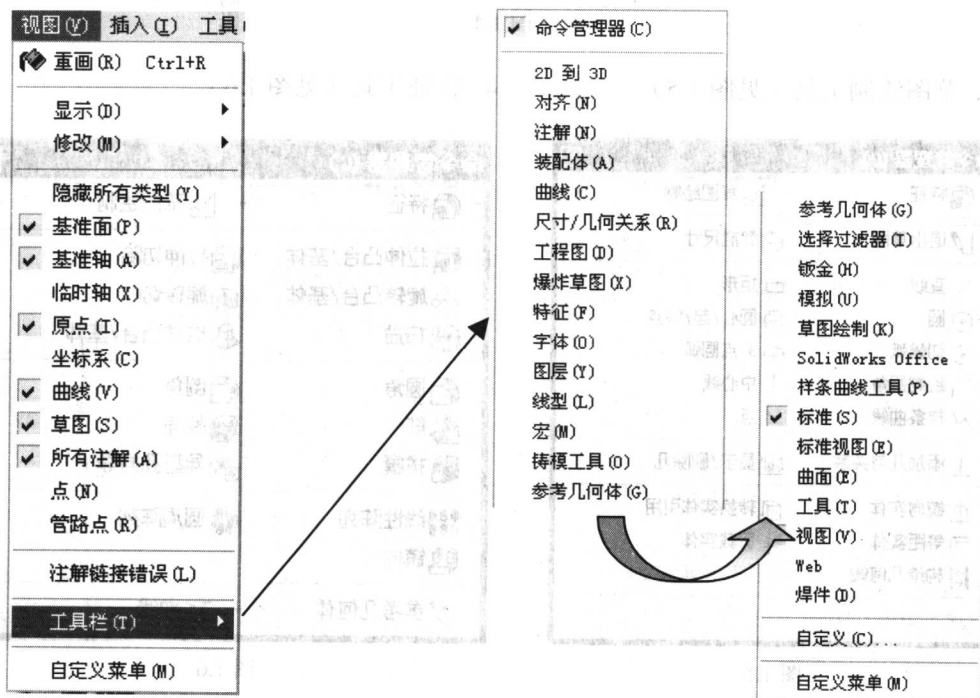

图 1.9
(1) 选择“视图”→“工具栏”命令, 如图 1.9 所示。